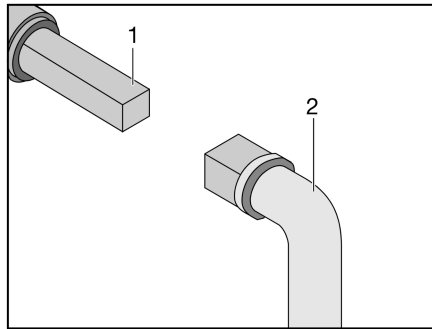

Fig. 244 Manejo del grifo para la eliminación de aguas residuales
- Insertar la llave (Fig. 244,2) en el cuadrado (Fig. 244,1).